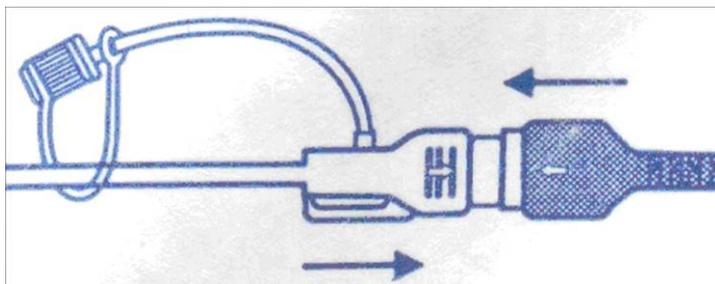

Figure 7-3 Branchement du cathéter au câble de connexion
- 2) Connecter le CIUP au câble de connexion. Voir figure 7-3.